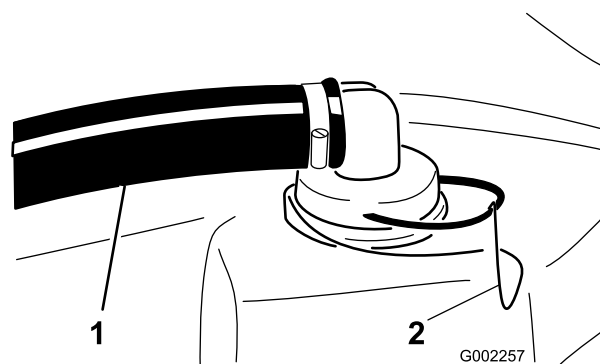

Figura 54
2. Retire a fixação do encaixe vermelho colocado na tubagem mais larga na parte superior do depósito (Figura 54).
3. Retire a tubagem do depósito (Figura 54).